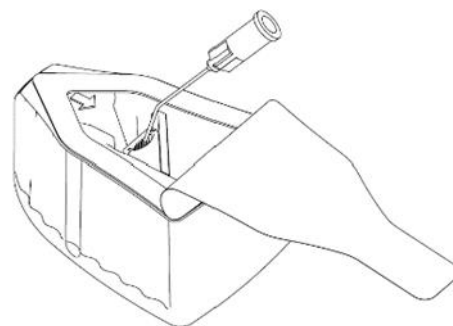

Рис. 1
3. Откройте контейнер с ИОЛ и нанесите viscoelastic material на футляр линзы, не извлекая его из контейнера. Не вводите канюлю в футляр линзы, чтобы не повредить ИОЛ. См. рис. 1.